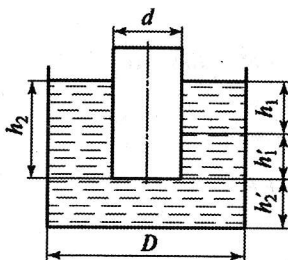

Рис. 4.3
**Задача 4.4.** Свободная поверхность жидкости в резервуаре находится на расстоянии  $h'_1 + h'_2$  от его основания. После погружения цилиндра диаметром  $d$  расстояние до свободной поверхности стало равным  $h_1 + h'_1 + h'_2$ . Определить диаметр  $d$  цилиндра, если  $h_1 = 200$  мм;  $h_2 = 288$  мм;  $D = 60$  мм (рис. 4.3).